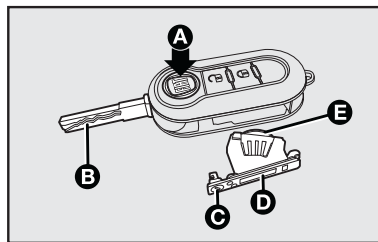

fig. 4
- apertar o botão **A**-fig. 4 e colocar o encaixe metálico **(B)** na posição de abertura.